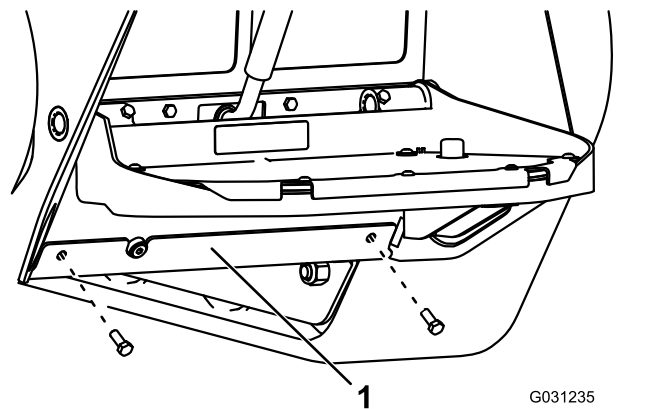

図 75
4. ボトムプレートに固定しているボルト2本を外してボトムプレートを外す 図 75。
8. ボトムプレートを取り付ける 図 75。